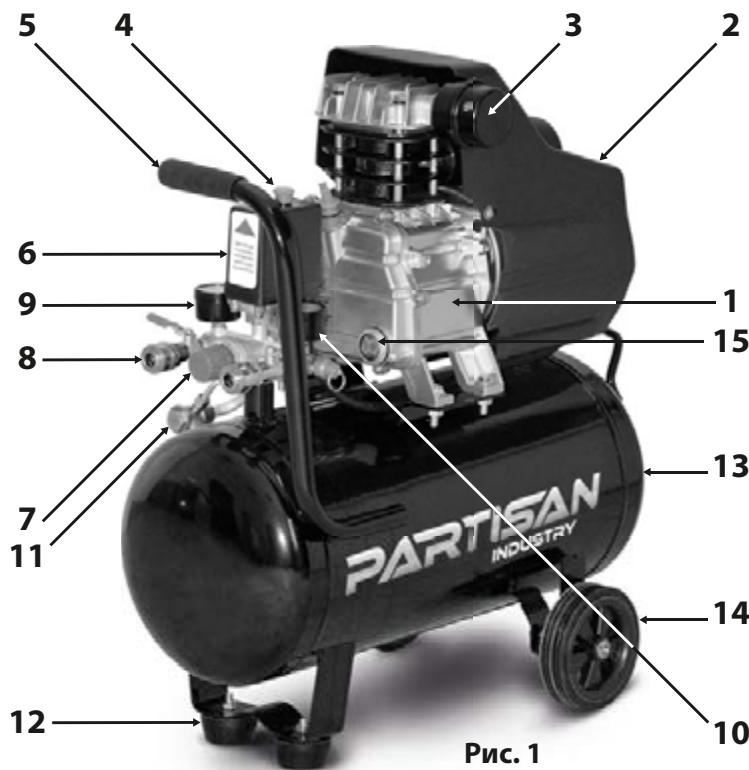

Рис. 1
- Блок поршневой (1) (См. Рис.1) – поршневая группа, одноступенчатая, одноцилиндровая, с воздушным охлаждением - предназначена для выработки сжатого воздуха.
- Ресивер (воздухосборник) (13) (См. Рис.1) служит для сбора сжатого воздуха, выравнивания пульсации воздуха, получающейся в результате возвратно-
- Ресивер имеет штуцера для установки реле давления (прессостата) (6), обратного клапана (11), крана слива конденсата, предохранительного клапана, а также кронштейны для установки платформы.
- Платформа предназначена для монтажа поршневого блока, электродвигателя, защитного кожуха (2).
- Электродвигатель предназначен для привода поршневого блока и компрессорной группы, и закрыт защитным кожухом (2) (См. Рис.1).
- Реле (прессостат) (6) служит для обеспечения работы компрессора в автоматическом режиме, поддержания давления в ресивере.
- Штуцер (8) с регулятором давления (6) предназначен для подачи воздуха потребителю.
- Обратный клапан (11) (См. Рис.1) обеспечивает подачу сжатого воздуха только в направлении от поршневого блока к ресиверу.
- Манометр (10) предназначен для контроля давления в ресивере.
- Блок управления компрессором включает в себя: манометр давления в ресивере (10); манометр давления на выходе (9); реле давления (прессостат) (6); регулятор давления на выходе (7); кнопку пуска (4); клапан предохранительный.
2. Убедитесь в том, что кнопка пуска (4) на реле давления (6) (См. Рис.1) находится в положении «Выключено». Вставьте вилку питающего электрического кабеля в соответствующую розетку.
3. Переведите кнопку пуска (4) на реле давления (6) (См. Рис.1) в положение «Включено».